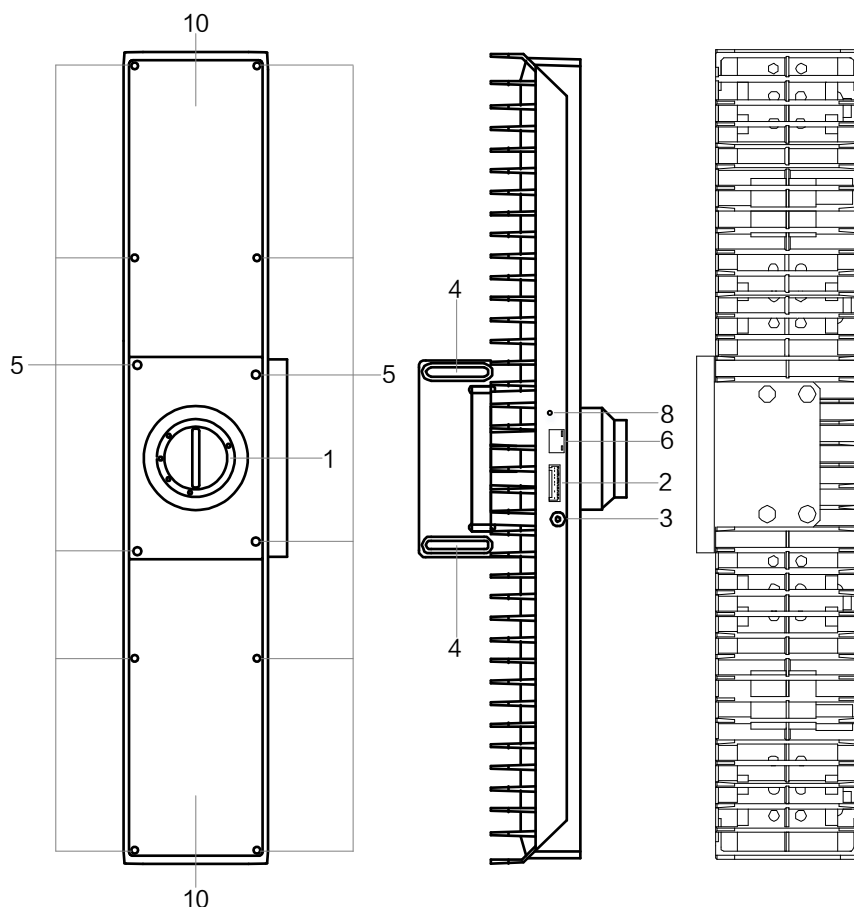

图1-2 10-pin 绿色端子接口读码器外观
- 10-pin 绿色端子接口读码器外观如图 1-2 所示。